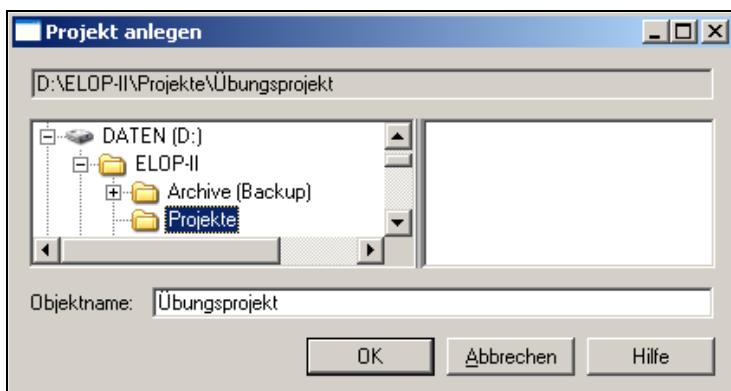

Abb. 27: Projekt anlegen
- Wählen Sie wie in Abb. 27 gezeigt aus dem Verzeichnisbaum links das Verzeichnis aus, in dem das neue Projekt angelegt werden soll. Tragen Sie im Feld **Objektname** den Namen für das neue Projekt ein und klicken Sie auf **OK**.